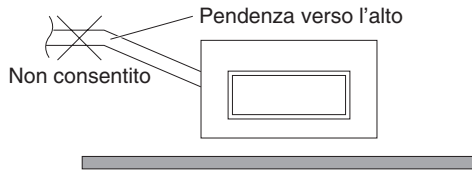

Fig. 3-16
- **Non installare il tubo rigido con inclinazione verso l'alto dall'apertura di scarico. Ciò causerebbe infatti il reflusso dell'acqua di scarico e perdite dall'unità quando questa non è in funzione. (Fig. 3-16)**